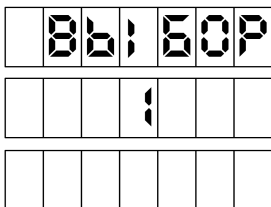

Рисунок 7
– "включен, 1 клавиатура". При подготовке заказа на всех табло будет выводиться дополнительный диалог выбора стороны (рисунок 7). Необходимо выбрать номер стороны, по которой будет производиться отпуск топлива (нажать **1** или **2**).